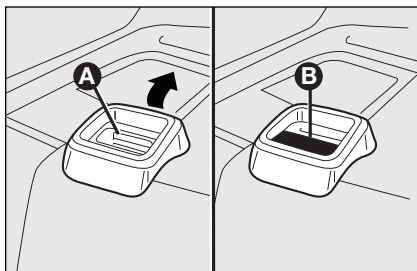

fig. 84
- ☐ trek de borghendel van de rugleuning **A**-fig. 84 omhoog en kantel de rugleuning naar voren, zodat een vlakke laadruimte ontstaat. Als de borghendel omhoog staat, is er een "rode band" **B** zichtbaar;